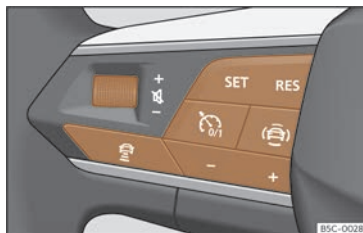

Fig. 110 Al volant multifunció: botons per fer servir l'ACC.
- Premeu la tecla  del volant multifunció >>> **fig. 110**.
- Per començar la regulació premeu la tecla **SET** >>> **fig. 110**.
Per programar la velocitat, premeu els botons **+ o -** >>> **fig. 110** fins a la velocitat desitjada. L'ajust de la velocitat es realitza en intervals de 10 km/h (5 mph).
- Premeu la tecla  i, a continuació, la tecla + o - >>> **fig. 110**.
- Premeu breument la tecla  >>> **fig. 110** o trepitgeu el pedal del fre.